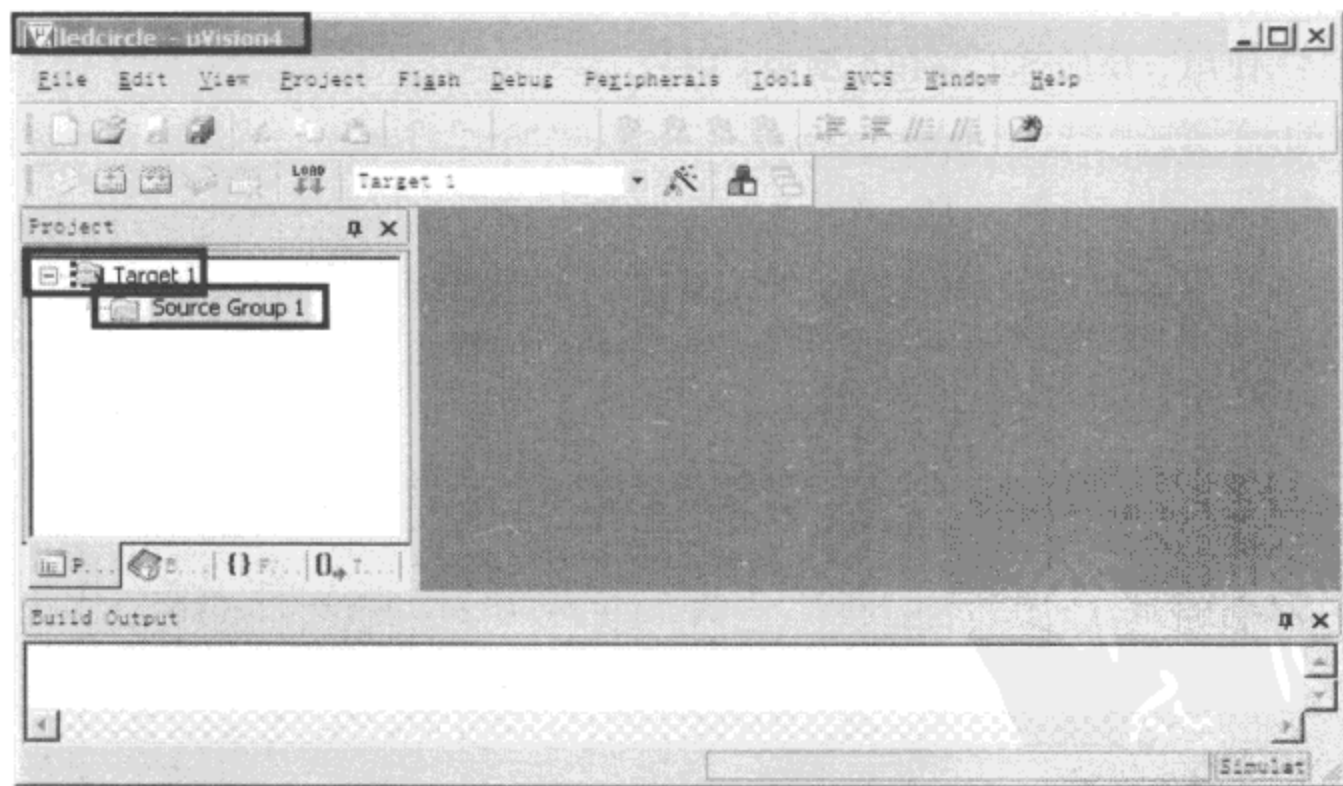
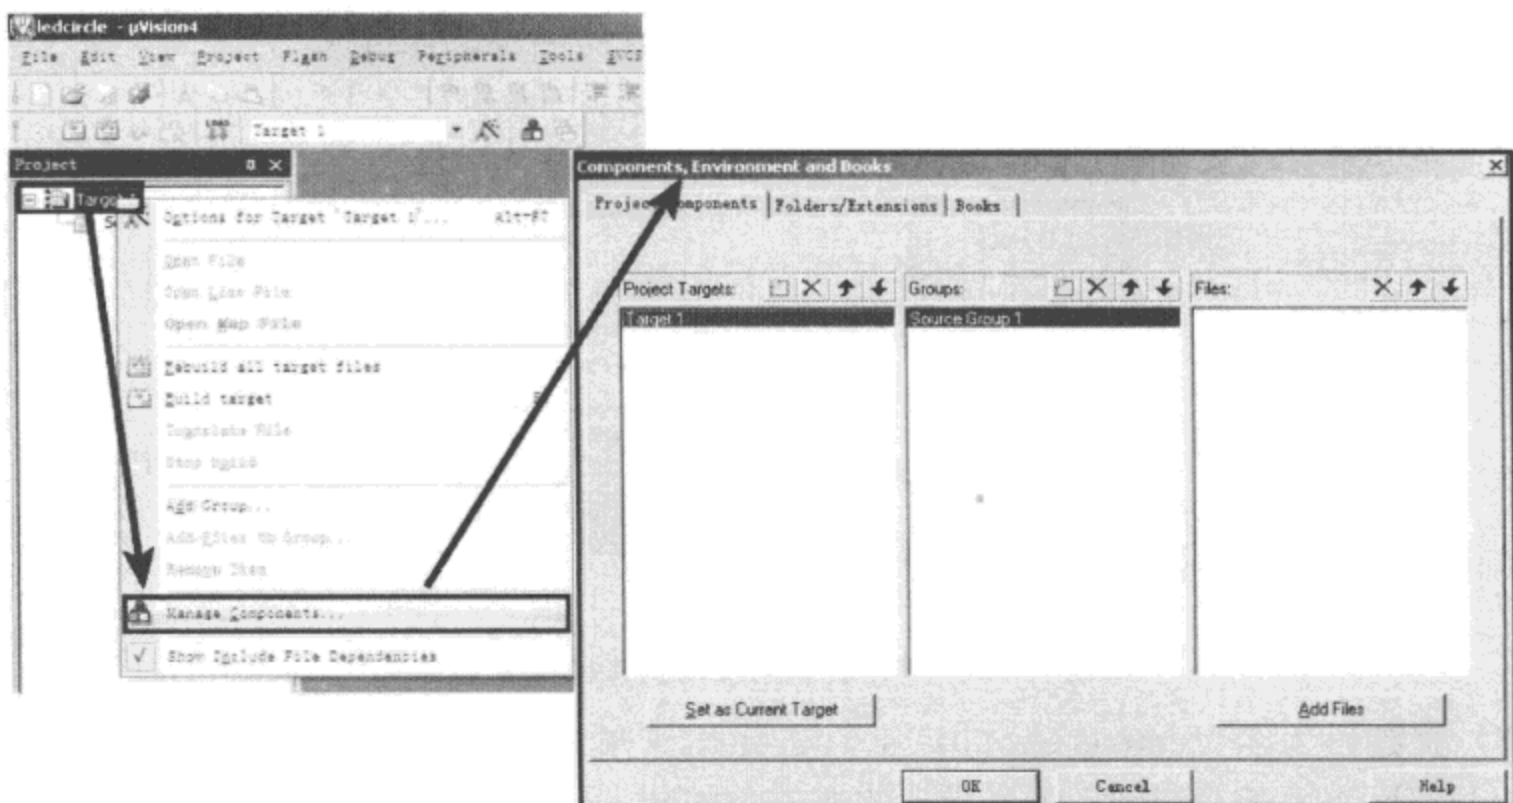

图 1-39 工程建立完成
图 1-40 修改目标设备名和源码组名
(5) 这时工程就建立完了,但是工程里没有任何的文件,如图 1-39 所示,在工程管理可以看到目标设备名为:Target1,源码文件组名:SourceGroup1,可以通过右击 Target1,调出菜单选择 Manage Component 选项,在弹出窗口中双击修改目标设备名和源码组名,如图 1-40 所示。